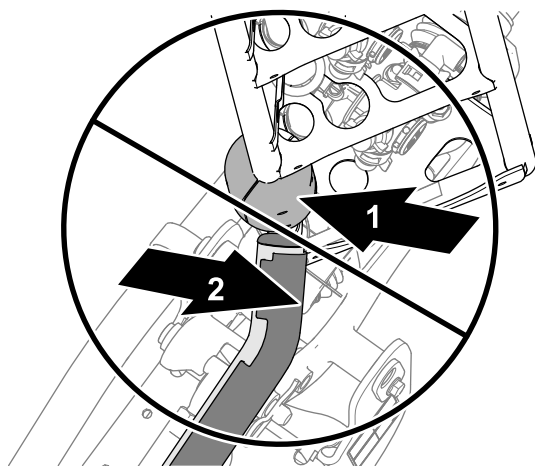
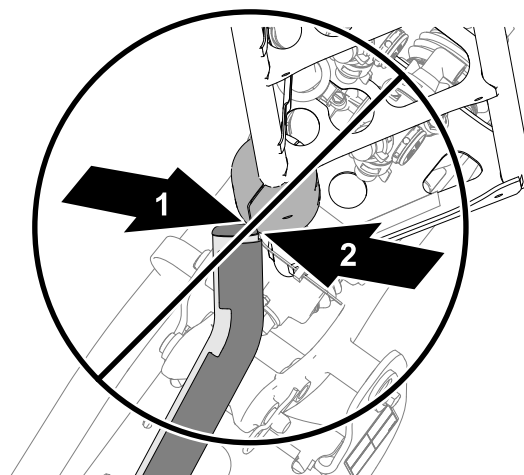
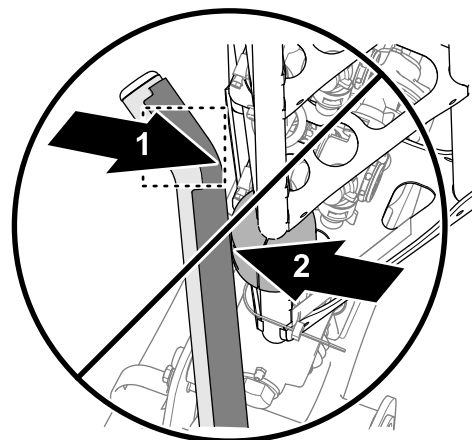

図 6
図 7
図 8
5. もしどちらかの上側クレードルチューブの調整がスライドブロックに合っていない 図 6 や 図 7 や 図 8 場合には、クレードルの位置調整を行う **クレードルとブームを整列させる** (ページ 75) を参照。